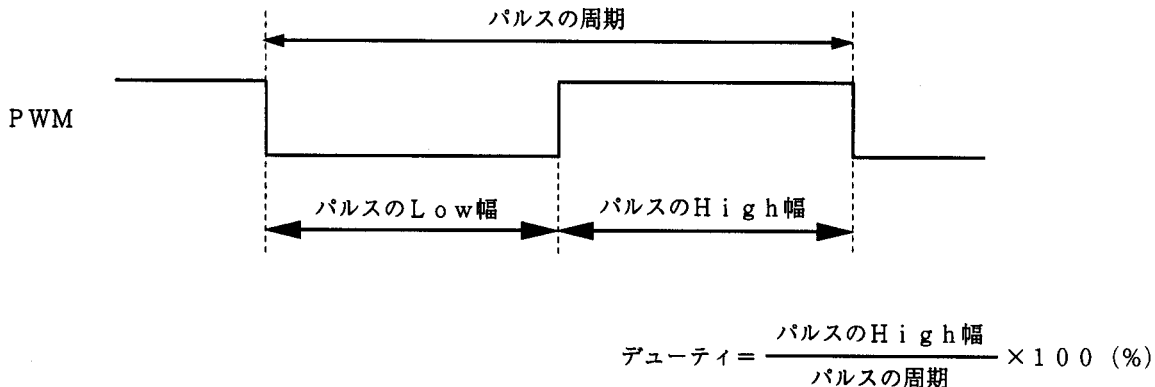

図1 PWM出力タイミング
- (1) 図1に示すように、デューティ及び周期を変化できるパルスを出力します。
- (2) 20MHzで動作時、出力するパルスの周期は5μsから6.5msの間で任意に設定出来ます。